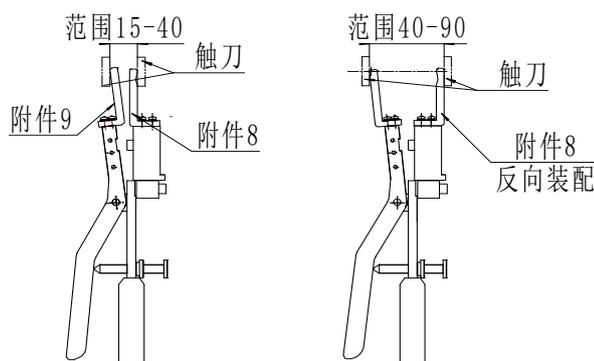

图 11 GN 系列户内隔离开关测量示意图
4.4.6 图 11 是测量户内隔离开关的示意图，装上附件 8、9 后可以测量触刀开距为 8-40mm 范围内户内隔离开关。当开距大于 40mm 时，就可以反装附件 8 进行测量。